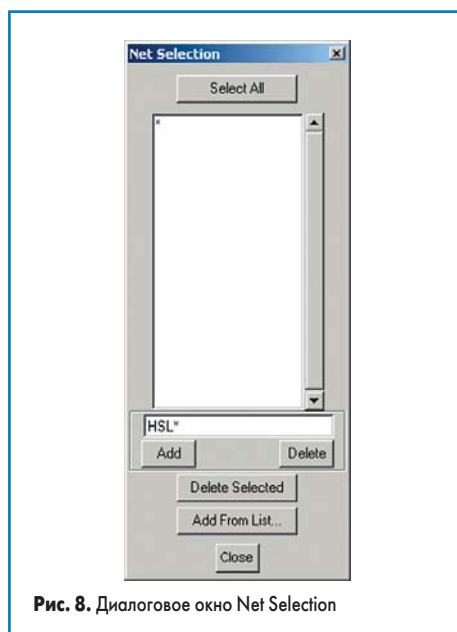

Рис. 8. Диалоговое окно Net Selection
На экране появится окно Net Selection (рис. 8), в котором определяются наборы цепей для применения цветовых настроек.
15. В окне Net Selection в текстовом поле введем маску выбора цепей HSL*, как показано на рис. 8, и нажмем кнопку Add.